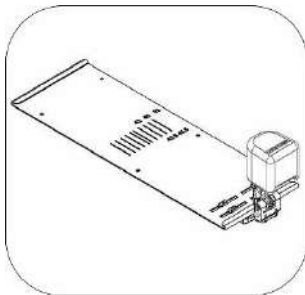

Figura 5-137
- El montaje del pommel se muestra en la figura 5-137.